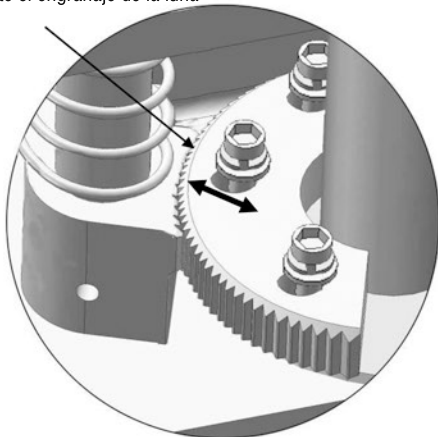

Fig. 30
3. Ajuste el bloqueo del brazo en el sentido de la flecha (vea la Fig. 30)